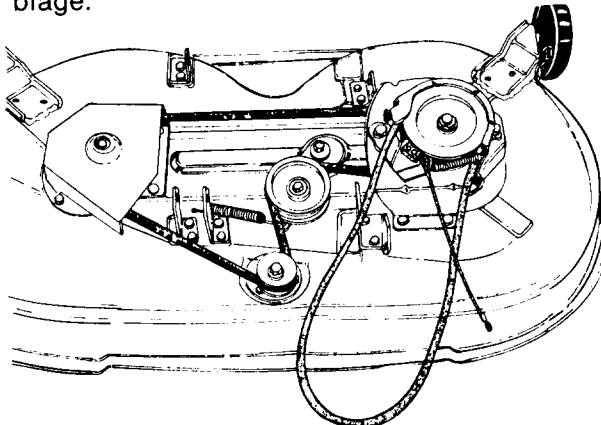

FIGURE 35
8. Dégarez le dispositif de protection de la courroie en décrochant le ressort et en enlevant les deux vis autotaraudeuses. Voir la figure 35.